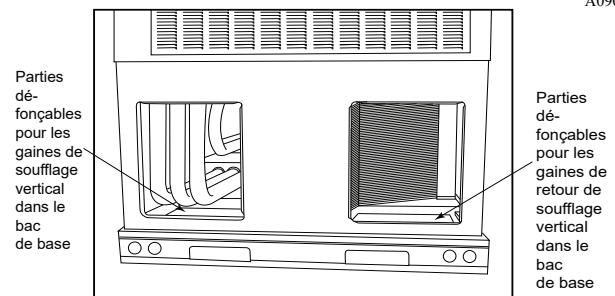

Fig. 9 – Ouvertures d'air de soufflage et de retour
2. Retirez les couvercles de gaine métalliques horizontaux pour accéder aux parties défonçables pour les gaines de soufflage vertical dans le bac de base de l'appareil. (Consultez Fig. 9.)
REMARQUE : Ces couvercles sont maintenus en place par des liaisons semblables à celles utilisées pour les pastilles défonçables des composants électriques. Réinstallez les couvercles de gaine horizontaux (Fig. 9) comme installés à l'usine. Vérifiez que les ouvertures sont étanches à l'air et à l'eau.